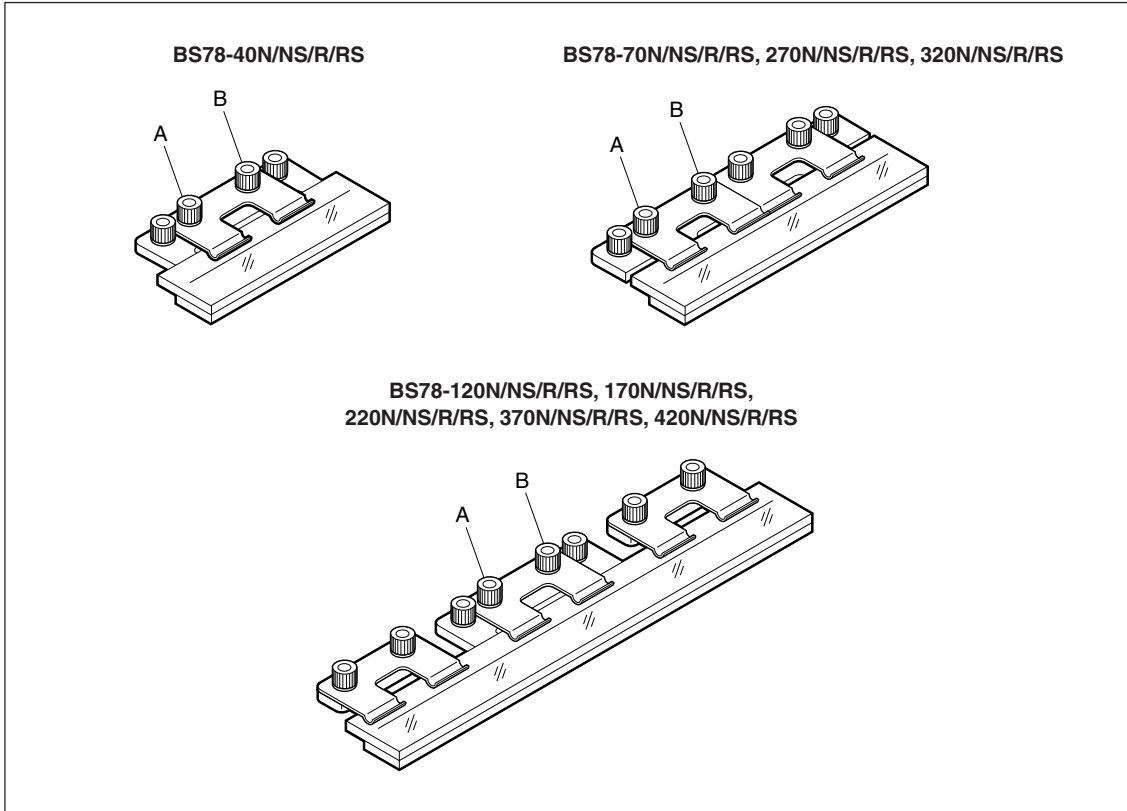

Abb. 3-12
- 5 Lassen Sie den Maßstab für etwa eine Stunde oder länger in dem in Abb. 3-12 gezeigten Zustand, bis sich seine Temperatur stabilisiert.